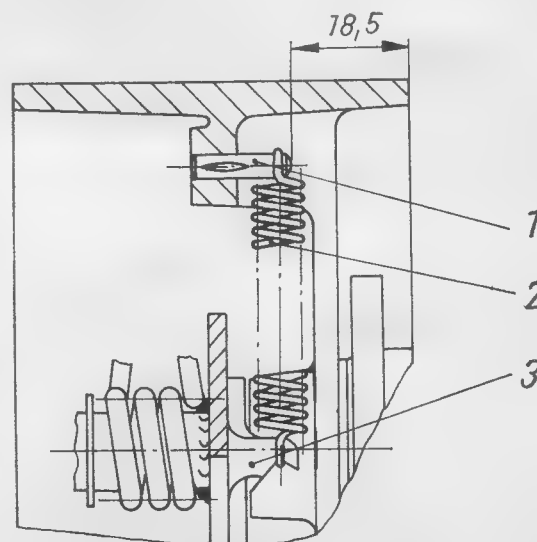

Bild 165. Einbau des Kerbstiftes für Schaltarretierung
- 2 Zylinderstifte 8×20 (8) für Kupplungsdeckelarretierung einpressen.
- Zylinderstift 8×45 (3) als Anschlag der Rückholfeder zur Schaltwelle von innen soweit einpressen, daß der Stift bündig mit der Gehäusefläche im Kupplungsraum abschließt.
- Halskerbstift $B 4 \times 16$ zur Eihängung der Schaltarretierfeder einschlagen (Bild 165 beachten).